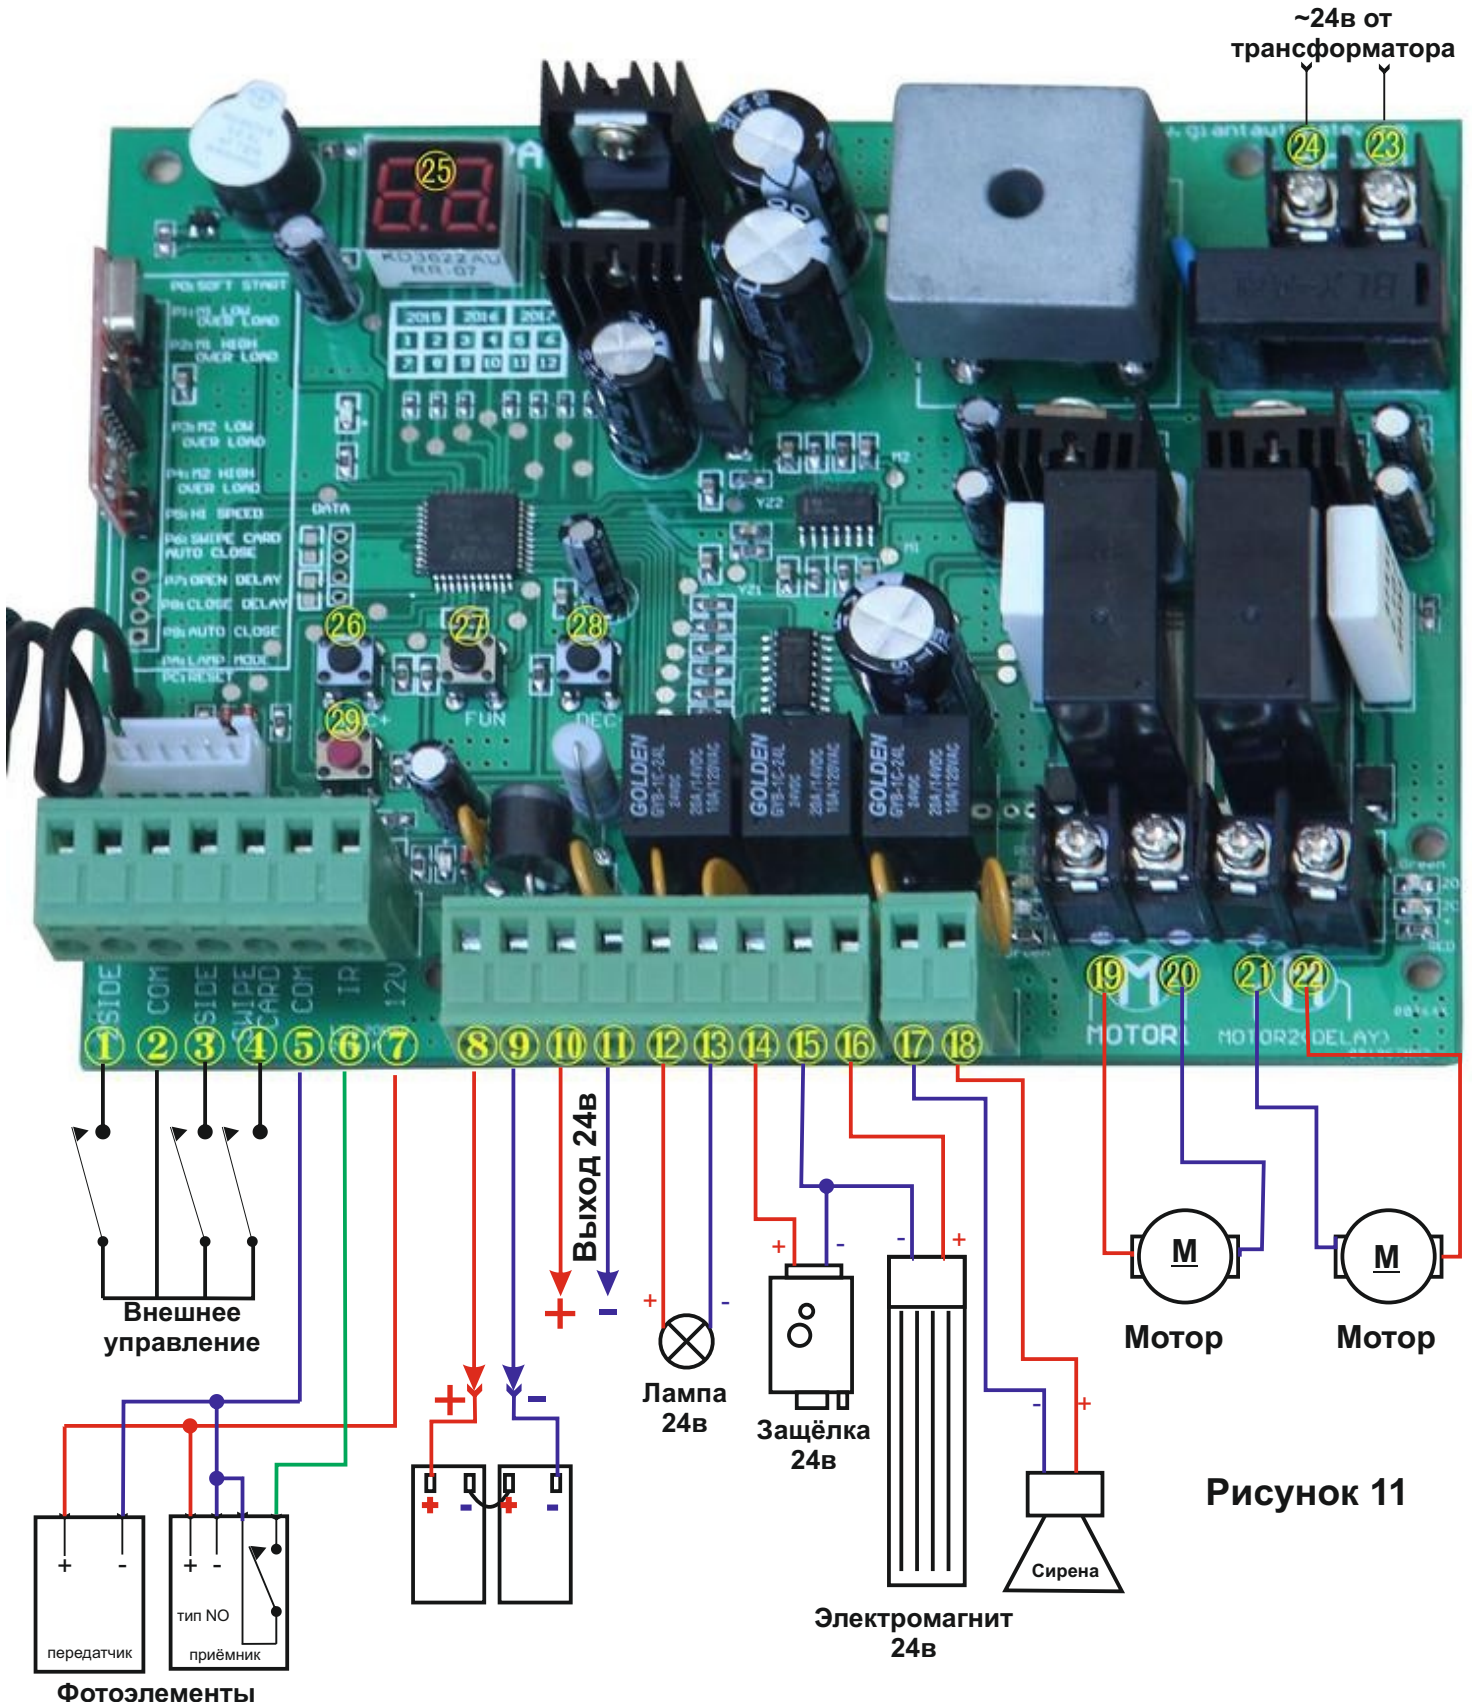

Рисунок 11
**Примечание:** " время автоматического закрытия" означает только функцию автоматического закрытия, которая реализуется через внешнее устройство на входе №4 "Swipe Card" платы управления ( Рисунок 11)